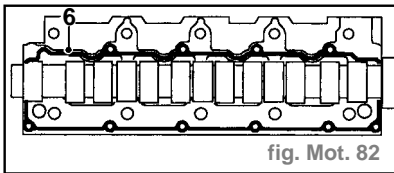

fig. Mot. 82
- En utilisant le produit d'étanchéité du kit **GUG 705548 GM**, placer une couche régulière de produit (6) sur la culasse, étaler le produit au pinceau ou au rouleau pour obtenir une couche régulière (fig. Mot. 82).